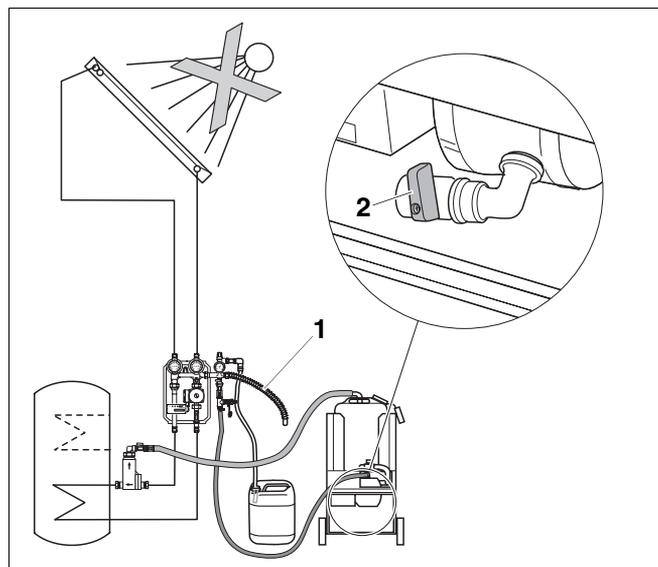

Abb. 12 Ablasshahn der Befüllpumpe schließen
Die Zuleitung (Wellschlauch) zum AAS füllt sich während des Druckbefüllens automatisch (Abb. 12, **Pos. 1**).
- Kontrollieren Sie, ob der Ablasshahn (Abb. 12, **Pos. 2**) der Befüllpumpe geschlossen ist.